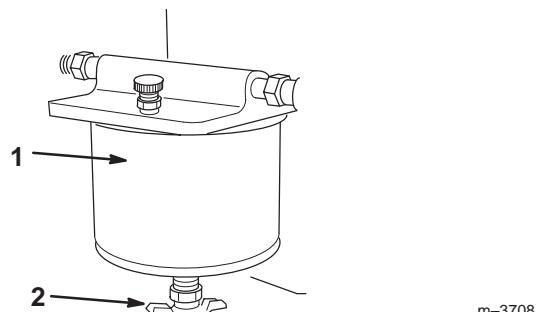

Bild 6
3. Schrauben Sie den Ablasshahn auf, bis das Wasser aus dem Filter läuft (Bild 6).